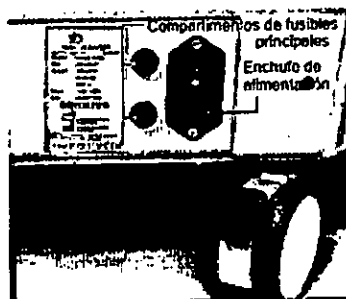

Figura 7-15. Enchufe de alimentación y fusibles principales en la parte trasera del sistema
1. Desconecte el cable de alimentación del enchufe de alimentación, como se muestra en la Figura 7-15.
2. Use un destornillador para abrir los dos compartimentos de fusibles principales, como se muestra en la Figura 7-15.